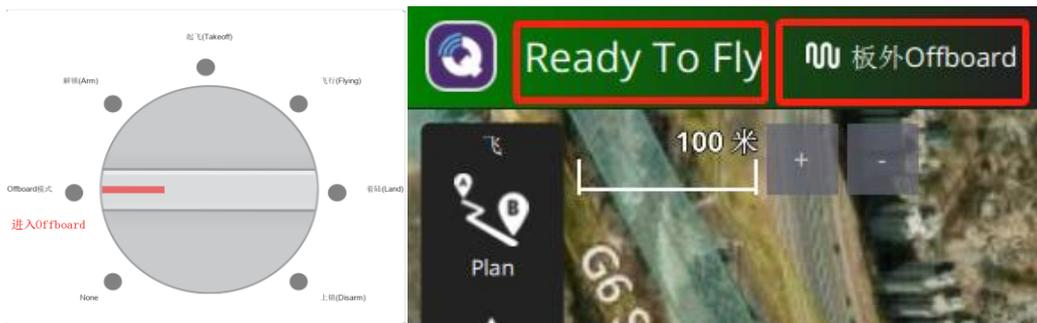

图 21 切换进 Offboard 模式
(1) 等待状态灯为亮绿色（校验通过）如图 21 所示，则把模式切换旋钮切至 Offboard 档，QGC 中飞机进入 Ready To Fly 状态，且进入板外 Offboard 模式。